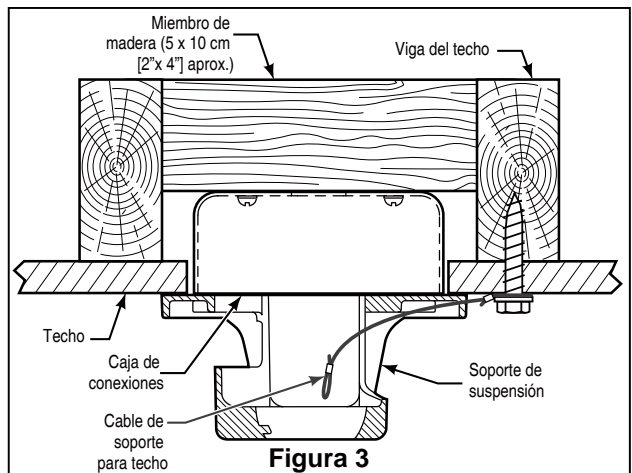

Figura 3
3. Afloje los dos tornillos de fijación del soporte del barral. Introduzca los cables de color negro, azul y blanco a través de la varilla. (Figura 3)
1. Fije bien la abrazadera para colgar a la caja de salida con los tornillos y las arandelas provistas con la caja de salida. (Figura 3)
2. Perfore un orificio de 1/4" en la estructura del edificio para evitar grietas con la instalación del tornillo de intervalo. Utilice el tornillo de intervalo de 3/8"x 2" y la arandela plana para fijar el cable de seguridad a la viga del techo o a la estructura de madera. Dicho tornillo pasará a través de arandela plana, la presilla del cable de seguridad y se fijará en la estructura del edificio. (Figura 3)
**NOTA:** el cable de soporte para techo no se puede asegurar solamente a la caja de conexiones; se debe asegurar directamente a la viga de techo o miembro estructural con el tornillo de cabeza cuadrada de 3/8"x2" y la arandela plana. (Figura 3)
2. Una vez realizadas las conexiones, gire los conductores hacia arriba y, con cuidado, colóquelos dentro de la caja de salida; con los conductores blancos y verdes hacia un lado y los conductores negros hacia el otro. (Figura 3)
3. Instale el conector de 2 clavijas desde la placa de conexión a la unidad del motor. (Figura 3)
- 3. Configuración del mando a distancia y proceso de configuración de la velocidad (RPM): (Figura 3)
3. Apretar los dos tornillos de la cubierta del motor de acoplamiento. (Figura 3)